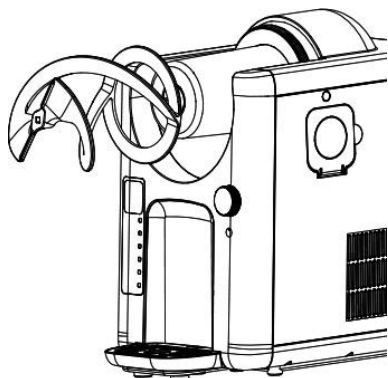

Fig. 8
9. Drej blandebeholderen mod uret, og træk den forsigtigt af bundhuset (fig. 8).